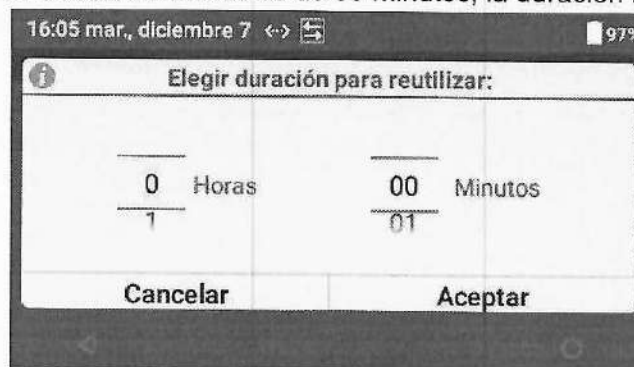

Figura 36: Duración de la reutilización de OID
- 2 En el cuadro de diálogo (Figura 36), desplácese por las **Horas** y **Minutos** para seleccionar la duración. La duración mínima es de 30 minutos; la duración máxima es de 720 horas.